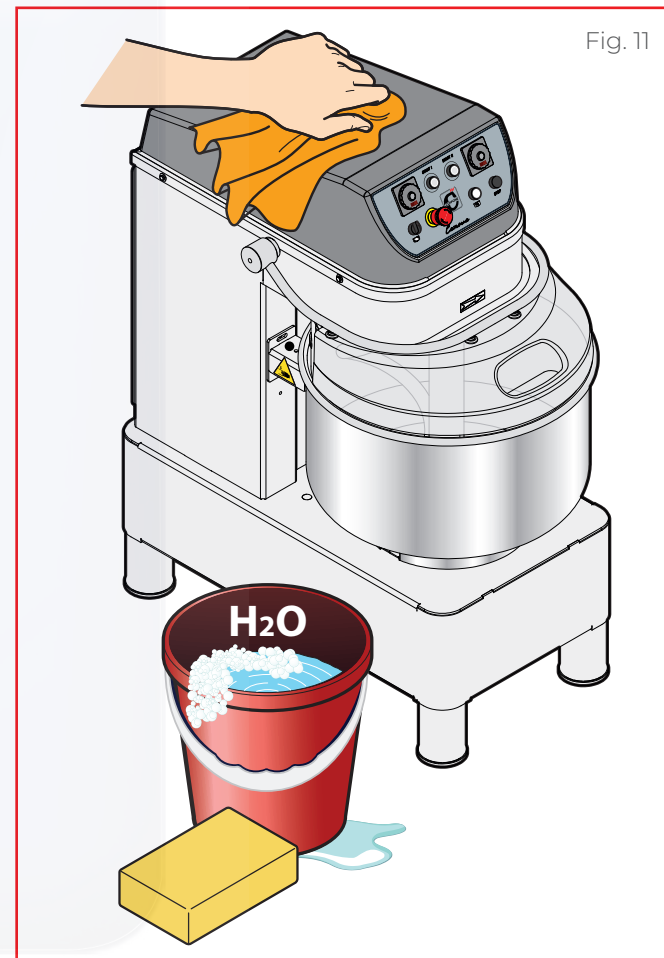

Fig. 11
- realizar una limpieza a fondo del equipo y de los accesorios ► Fig. 11;